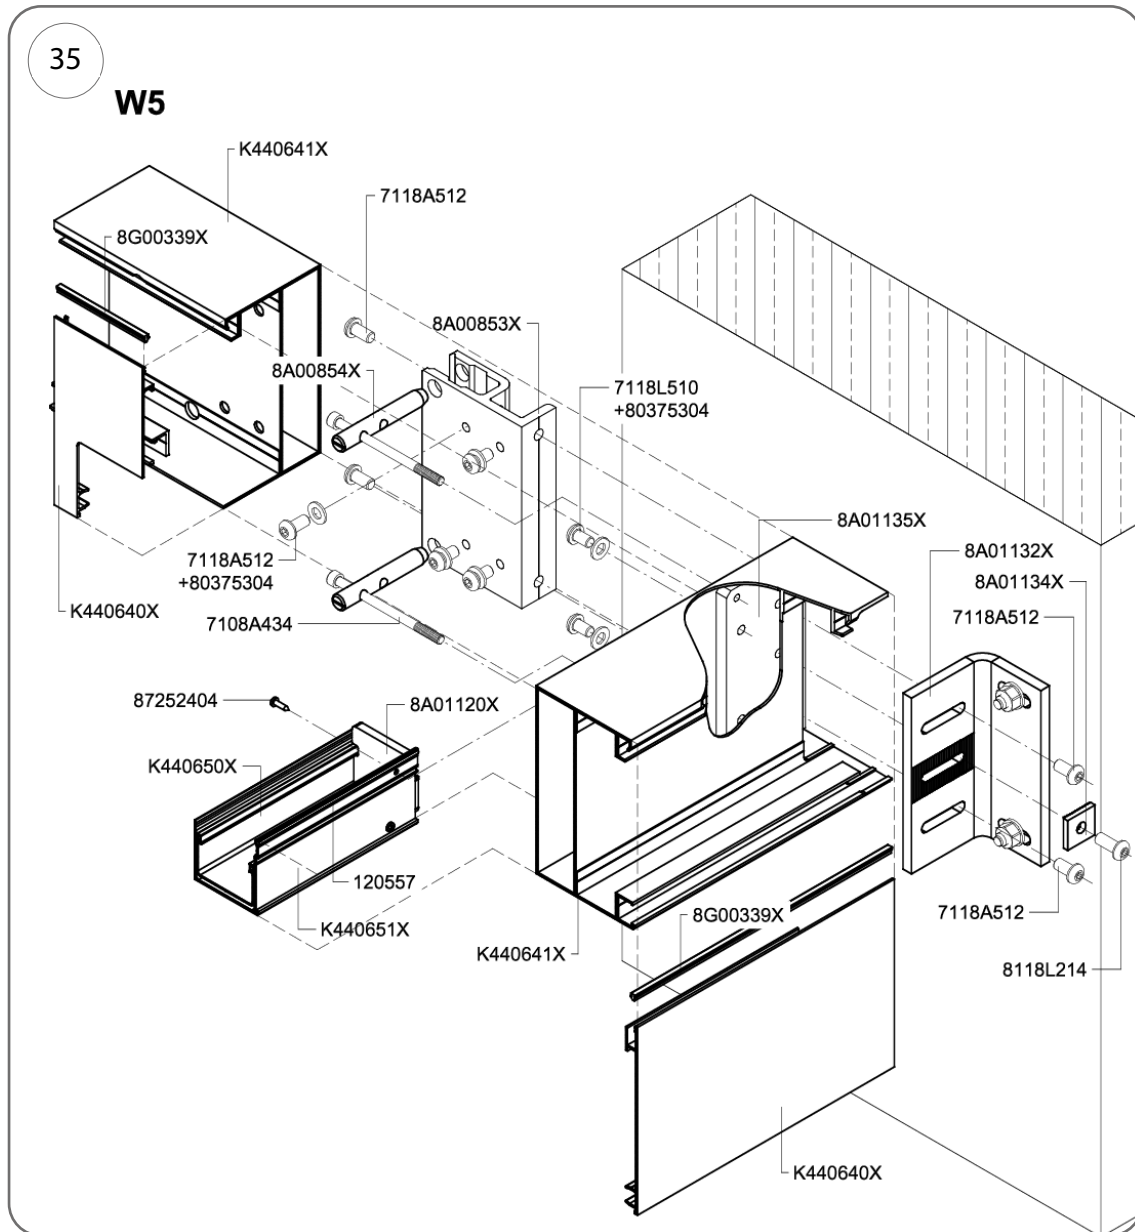
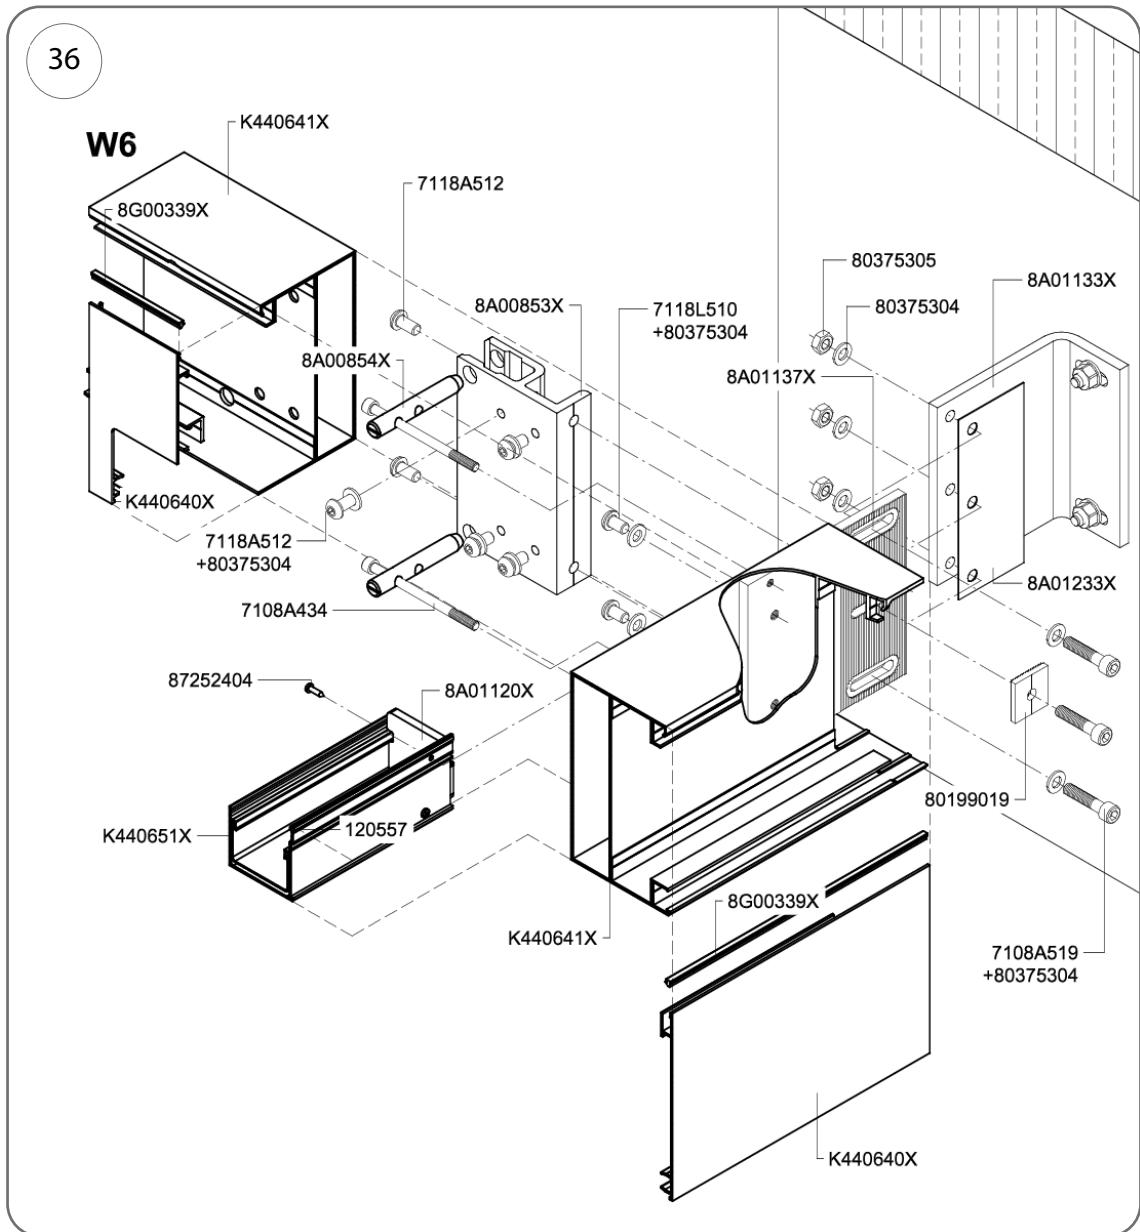

Fig. 35
Fig. 36
1. Insérez la plaque de support murale (réf. 8A01135X) (Fig. 35) et la réf. 8A01137X (Fig. 36) et fixez-la à la paroi latérale du chevron à l'aide de 2 boulons M10 x 16 mm (réf. 7118L510).
4. Faites passer deux boulons (réf. 7108A434, M8 x 120 mm) à travers les trous des goupilles 8A00854X et vissez-les dans la plaque de fixation murale 8A01135X (Fig. 35), 8A01137X (Fig. 36).